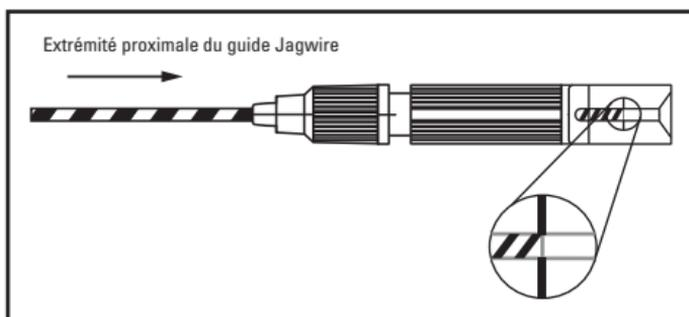

Figure 3. Outil d'alignement
4. Faire glisser l'extrémité effilée de l'outil d'alignement sur l'extrémité proximale du guide extensible Jagwire de 260 cm jusqu'à la ligne présente à l'arrière de l'outil d'alignement. Serrer l'outil d'alignement en faisant glisser son extrémité distale effilée vers l'arrière (voir Figure 3).